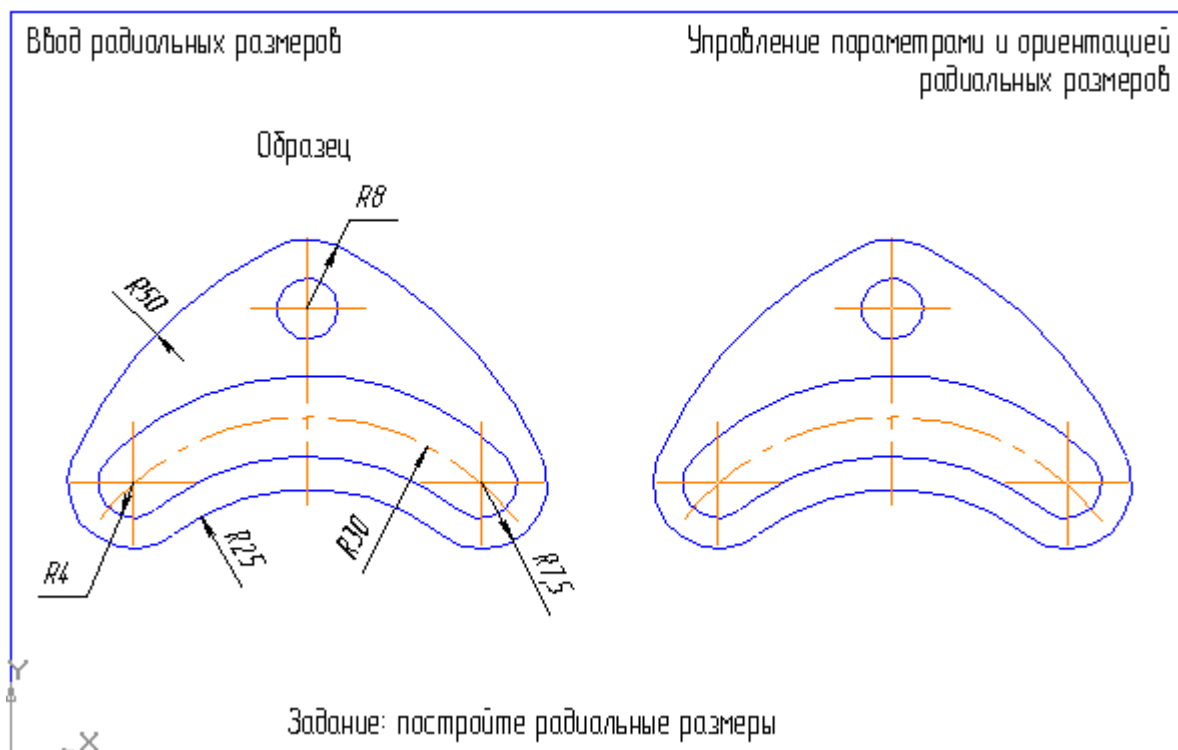

Рисунок 6.25 Задание к Упражнению 6.6
**Задание 1.** Проставьте радиальный размер R7,5 от центра дуги д1 (рисунок 6.25 и 6.28).
3. Задайте положение размерной линии в соответствии с Образцом (рисунок 6.25).